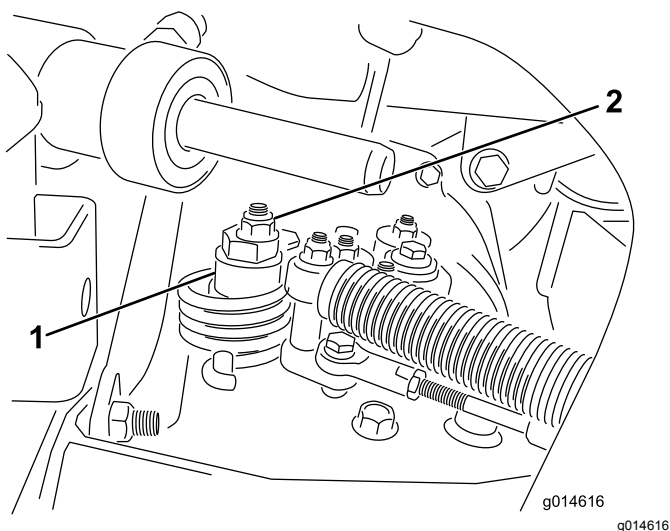

Figura 44
- A. Allentate il dado che fissa l'eccentrico alla parte superiore dell'igrostatò (Figura 44).
- C. Fate girare l'eccentrico finché non riscontrate movimenti in alcuna direzione. Quando la ruota cessa di girare, serrate il dado di bloccaggio dell'eccentrico per mantenere la messa a punto (Figura 44). Verificate la regolazione portando l'acceleratore in posizione di MINIMA e MASSIMA.